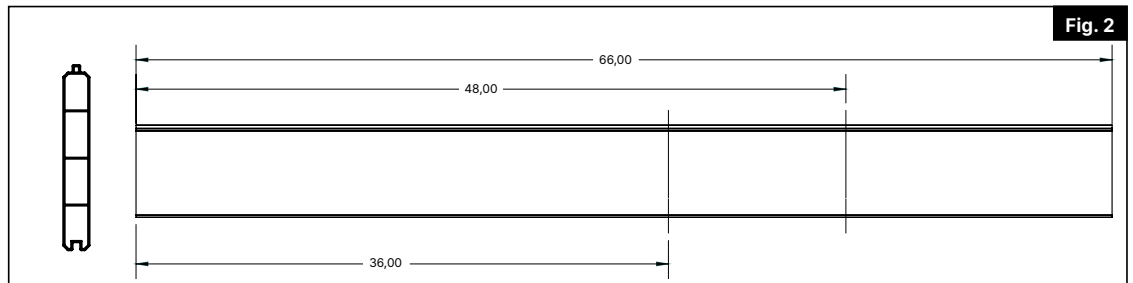

Fig. 2
Recorte el relleno a 48" para puertas verticales o puertas de acceso vehicular horizontales (Fig. 2).
Recorte el relleno a 36" para la puerta peatonal horizontal (Fig. 2).
Coloque los soportes del riel sobre los rieles. Para el riel central, fije el soporte al extremo del riel utilizando los orificios inferiores con 4 tornillos n.º 10 x ¾". Nota: Instale el soporte del riel central de manera que los soportes queden orientados con el extremo más grande hacia arriba. Esto es fundamental para el correcto montaje del panel DSP (Fig. 2).
Inserte el canal de ajuste del poste en los parantes de la puerta y fíjelo en el centro con un (1) tornillo n.º #10 x ¾" (Fig. 2).